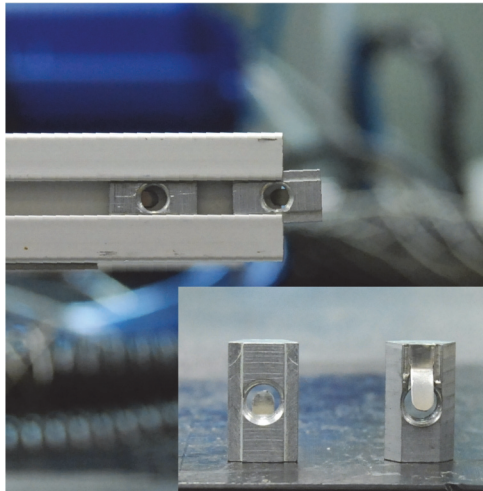

Рис. 2-29 Т-образные гайки используются для крепления разных комплектующих к кронштейнам
5. Извлеките Т-образные гайки из предыдущего кронштейна и вставьте их в новый кронштейн. Для каждой ручки требуется две Т-образные гайки, для каждой линейки — 2 и для каждого кронштейна — 1 для крепления боковой рамы (Рис. 2-29 на стр. 58).